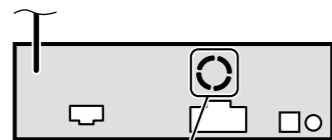

Fig. 8
- Les câbles ne doivent pas recouvrir la zone indiquée sur l'illustration ci-dessous. Il est nécessaire de laisser l'amplificateur rayonner librement. (Fig. 8)